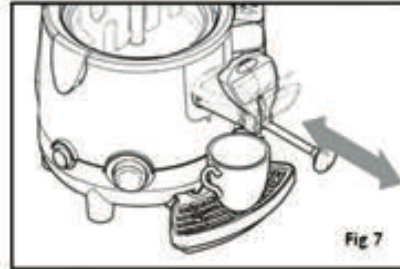

Fig 7
- En caso de que el producto que desea dispensar sea espeso, tire de la varilla del grifo hacia fuera completamente (Fig. 7).
- Es posible eliminar las obstrucciones del conducto del dispensador moviendo la varilla del grifo hacia dentro y hacia fuera (Fig. 7).